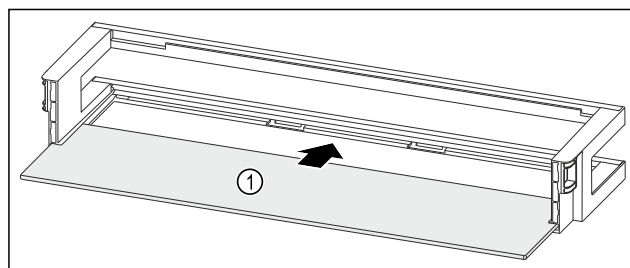

Fig. 50 Odkladací priestor vo dverách s odkladacou plochou
- Zasuňte odkladaciu plochu Fig. 50 (1) do bočných vybraní.